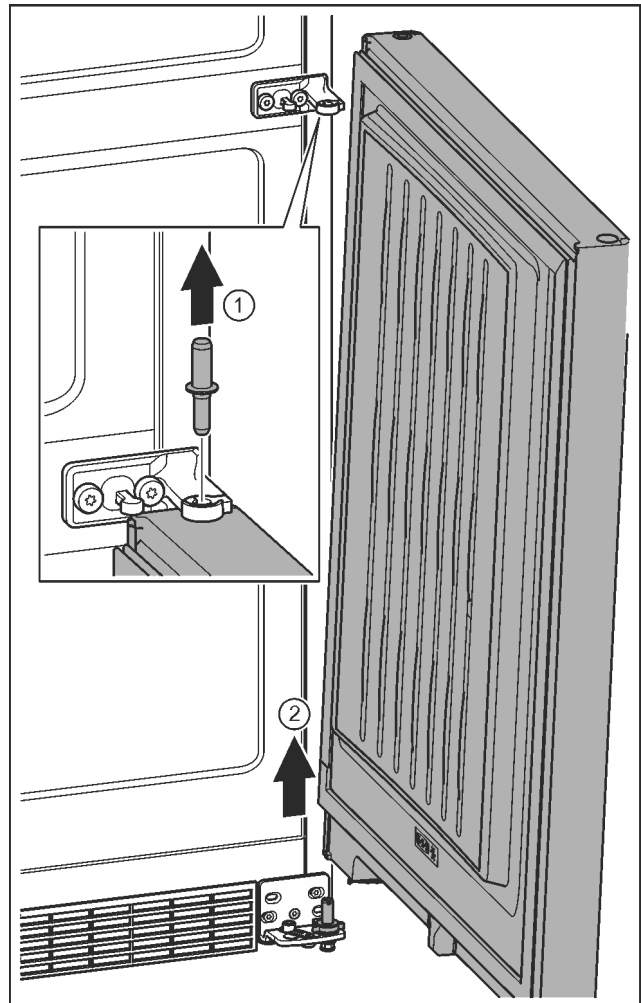

Fig. 11
- ▶ Čap vytiahnite nahor. Fig. 11 (1)
- ▶ Dvere vyklopte von, nadvihnite smerom hore a odložte nabok. Fig. 11 (2)